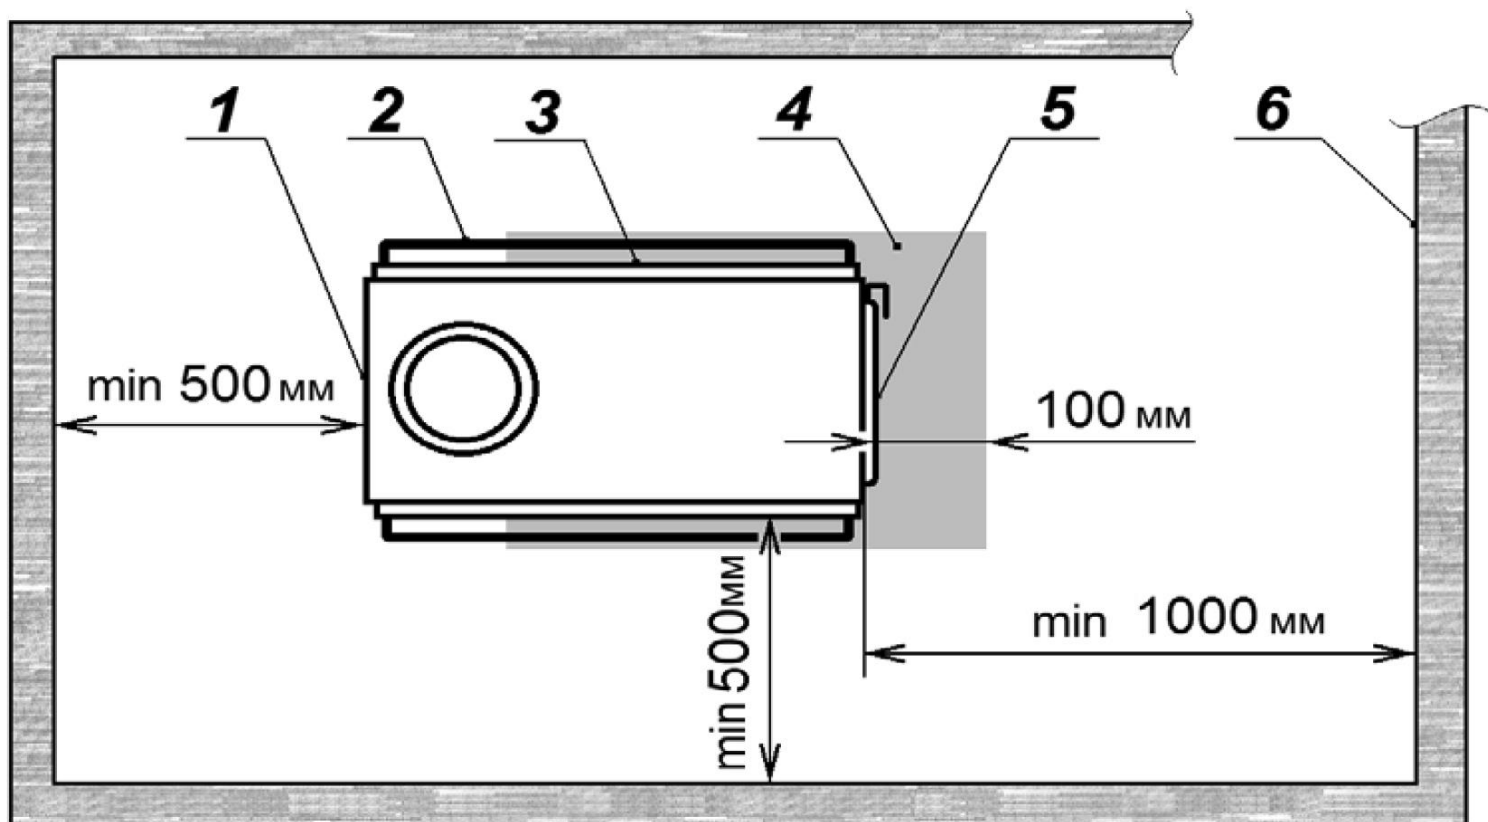

Рисунок 9. Установка печи в палатке:
6.3. Печь устанавливается ножками на металлический лист из комплекта: лист укладывается на пол отбортовкой вверх, а ножки печи устанавливаются в него как в поддон (см. **поз.9** на рис. 1, а также **поз.4** на рис. 9).